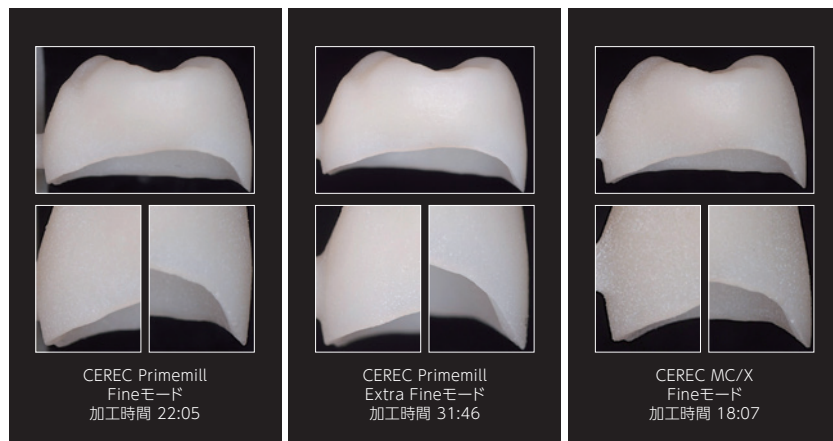

図4 2種類の加工機でイニシャル LiSiブロックを削り出した実験。加工機が変わっても、マージンのチッピングなどが少ないという結果が得られた。
**小池** イニシャル LiSiブロックの魅力のひとつはマージンスタビリティが高いところだと感じています。図4は2種類の加工機でイニシャル LiSiブロックを削り出した実験の結果です。一般的に加工機を変えるとチッピングなどで削り出しの結果がかなり変わりますが、この実験からイニシャル LiSiブロックは加工機に影響されにくいと考えられます。加工だけを歯科技工所に頼むといった場合にも、このマージンスタビリティが奏効すると思います。